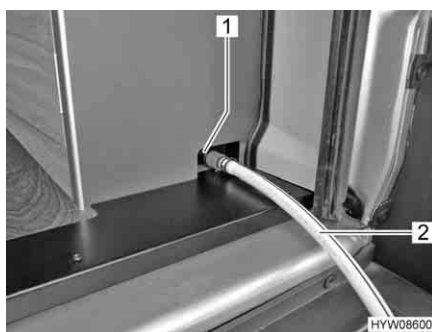

Fig. 58 Giunto rapido
- Infilare il tubo flessibile dell'acqua potabile (Fig. 58,2) sul giunto rapido (Fig. 58,1) sull'estremità del piano di lavoro (sul lato destro del veicolo).
- Infilare il tubo flessibile di scarico (Fig. 58,2) sul giunto rapido (Fig. 58,1) sull'estremità del piano di lavoro (sul lato destro del veicolo).